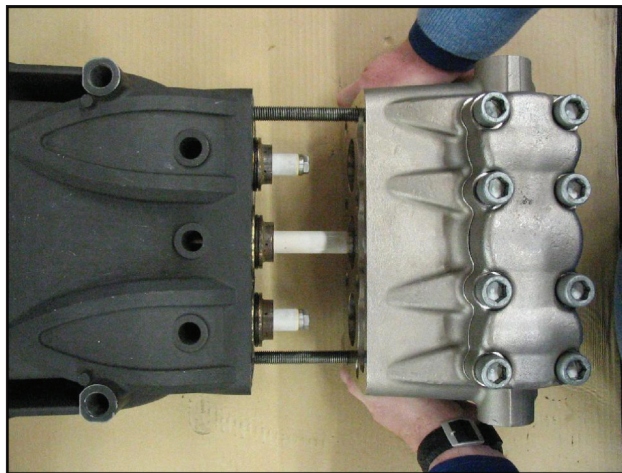

图33
- B) 用代码为12001600的OCILIS型硅胶油脂润滑组件②③⑤; 这项操作对于方便密封唇在活塞上的调整也是必要的。
2. 将两个螺丝-伺服插头(代码27726000)固定在曲轴箱上, 如图33所示, 定位泵头总成, 确保值在中央活塞上对中。